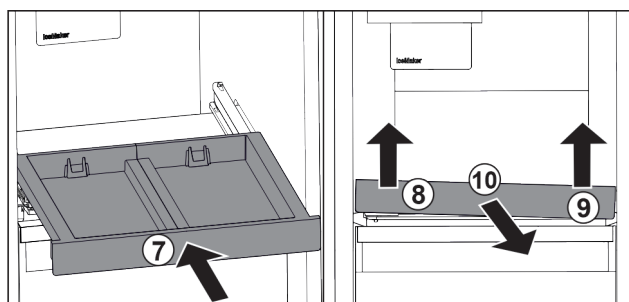

Fig. 193
- Auszugsbord einschieben. Fig. 193 (7)
- Auszugsbord vorne links anheben. Fig. 193 (8)
- Auszugsbord vorne rechts anheben. Fig. 193 (9)
- Auszugsbord nach vorne entnehmen. Fig. 193 (10)